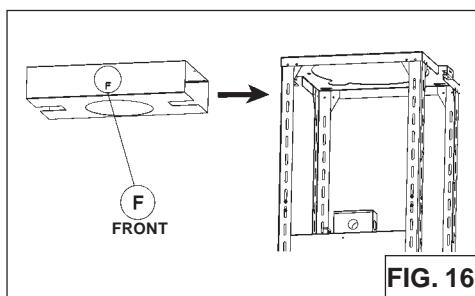

FIG. 16
3. Instale el pleno a la parte superior en el armazón de soporte superior. Asegúrese de que la letra F se coloca en la parte delantera del bastidor de soporte (Fig. 16).